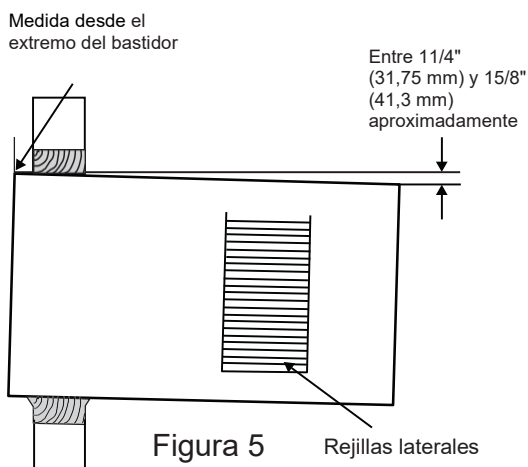

Figura 5 Rejillas laterales
3. Posicione el bastidor para obtener una inclinación que permita eliminar el agua (consulte la Figura 5).